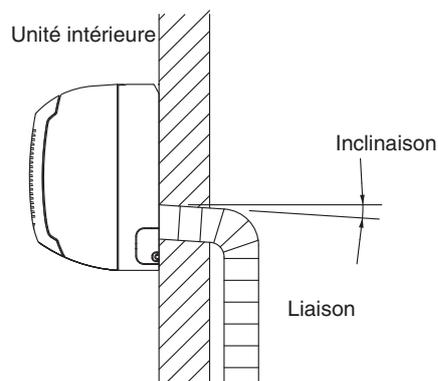

Fig. 3-63
- a) Le tube des condensats doit être incliné vers le bas et dirigé vers l'extérieur. (Fig. 3-63)